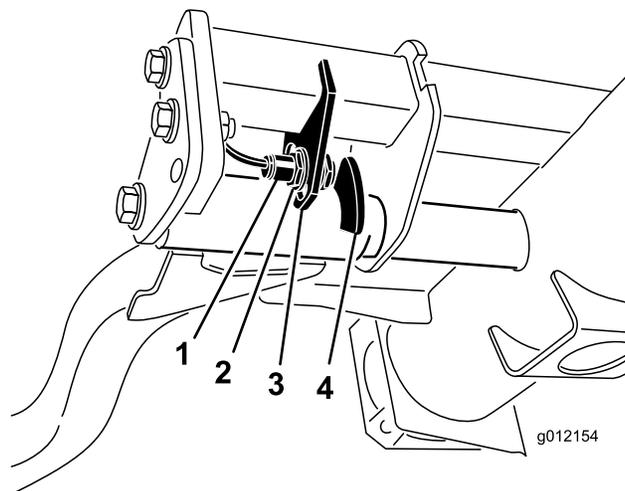

Figura 34
2. L'interruttore del braccio di sollevamento è situato sotto il serbatoio idraulico, dietro il braccio di sollevamento anteriore destro (Figura 34).
3. Allentate le viti di attacco dell'interruttore (Figura 34) e abbassate l'interruttore per aumentare l'altezza d'inversione del braccio di sollevamento o alzate l'interruttore per ridurla. Serrate le viti di fissaggio.